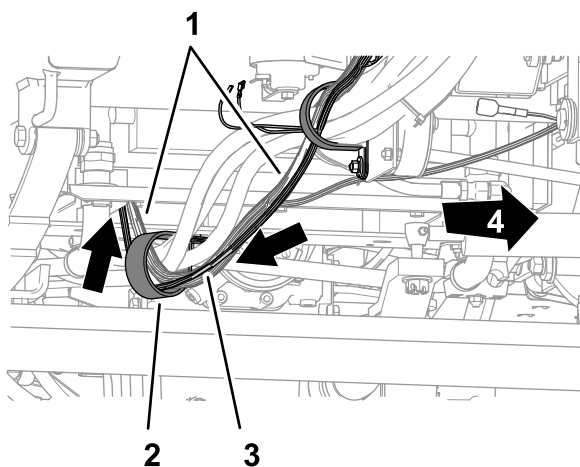

Figura 40
3. Enrute las ramas y el mazo principal del arnés de cables por la abrazadera en R situada debajo de la chapa de suelo y detrás del eje delantero (Figura 40).